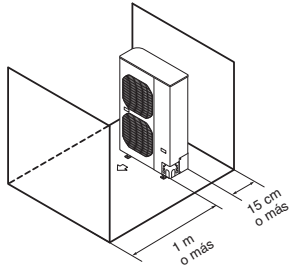

Fig. 2-3
- (2) Obstrucciones en el lado frontal y el posterior (e lado izquierdo, derecho y superior de la unidad se abren). (Fig. 2-3)